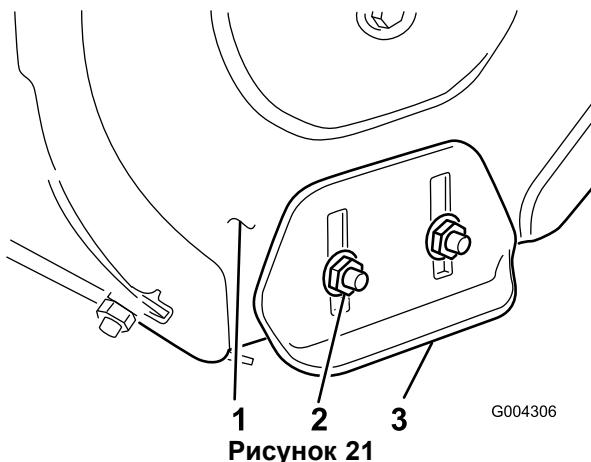

Рисунок 21
3. Ослабьте затяжку четырех гаек с буртиком, крепящих оба полоза к боковинам шнека, так, чтобы шнек мог легко перемещаться вверх и вниз (Рисунок 21).
- 8. Надежно затяните четыре гайки с буртиком, которые крепят оба полоза к боковинам шнека (Рисунок 21).